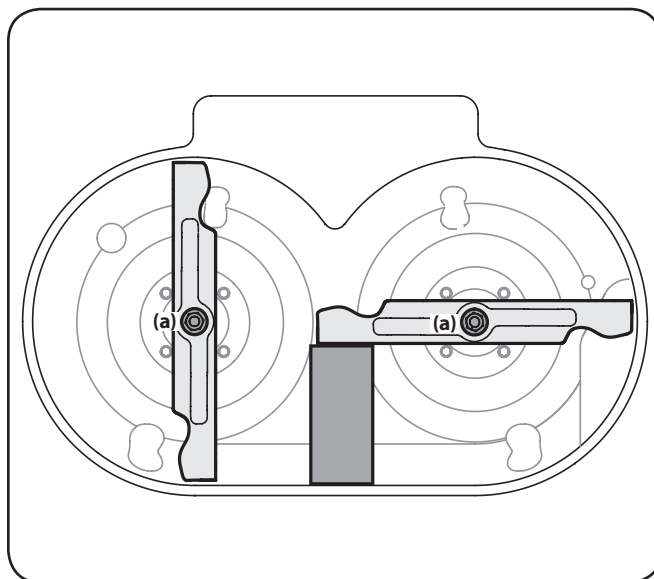

Figure 7-5
2. Placez un morceau de bois entre le boîtier du plateau de coupe et la lame de coupe pour empêcher tout mouvement. Voir Figure 7-5.
3. Retirez l'écrou à bride (a) qui fixe la lame à la fusée assemblée. Voir Figure 7-5.